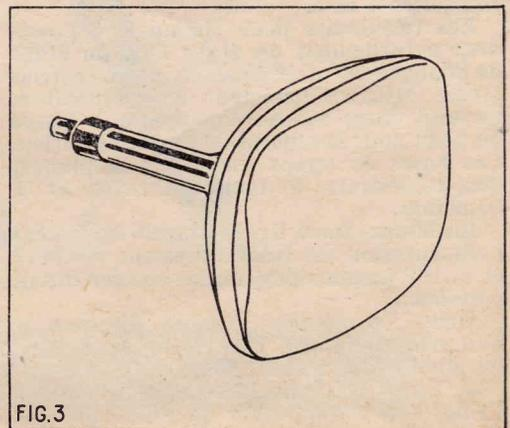
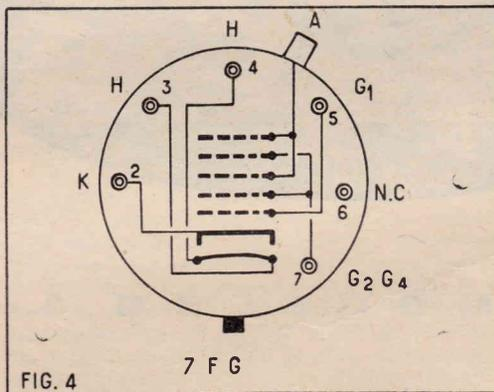

FIG. 3
FIG. 4
La figure 3 donne son aspect et la figure 4 son brochage. On voit, sur cette dernière que la cathode (broche 2), le wehnelt (broche 5), le filament (broches 3 et 4 marquées H) et l'anode de concentration (broche 7 marquée  $G_2 G_4$ ) sont disposées comme dans les tubes normaux. L'anode finale (A) est connectée sur le bouton latéral. Il n'y a pas d'anode 1 ce qui simplifie encore l'utilisation du tube 8YP4.